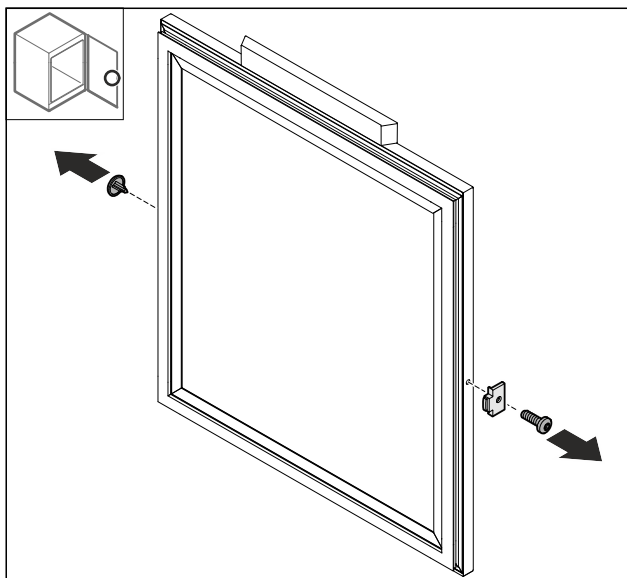

Fig. 48
- Afdekking Fig. 48 (1) verwijderen.
- Deurstopper Fig. 48 (2) demonteren.